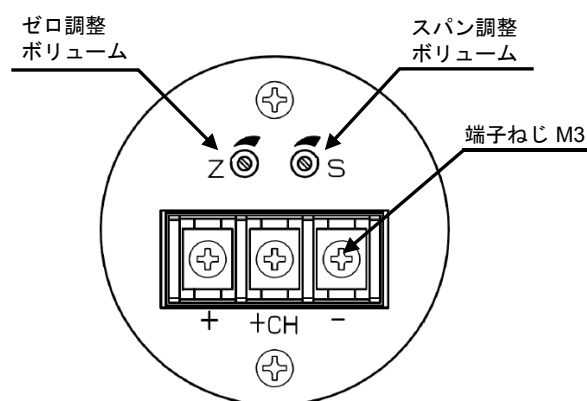

図10 端子箱内部
- 出力は、「+CH」端子と「-」端子間を10Ω以下の電流計を用いてチェックできます(図10)。